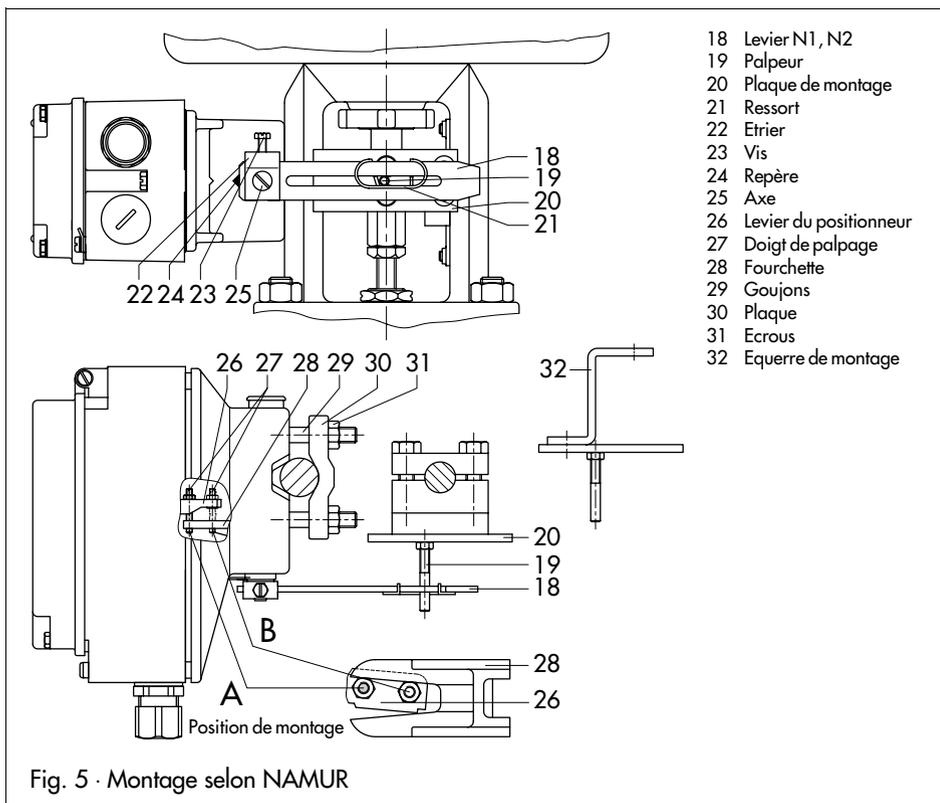

Fig. 5 · Montage selon NAMUR
## 2.2 Montage NAMUR (fig. 5)
Visser le doigt de palpé (27) sur le levier de positionneur (26) du côté opposé aux écrous et bloquer par le contre-écrou 6 pans, déterminer la position A ou B en fonction du tableau 5 et de la fig. 5.